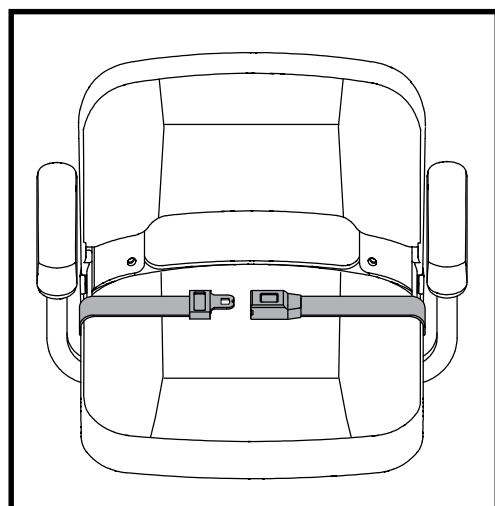

Figure 30. Ceinture de positionnement
Votre Travel Scooter peut être équipé d'une ceinture de positionnement de type automobile réglable pour votre confort. Voir la figure 30. La ceinture de positionnement est conçue pour supporter et empêcher le conducteur de glisser ou d'avancer sur le siège. La ceinture de positionnement n'est pas une ceinture de sécurité.
1. Insérez l'onglet de la ceinture côté droit dans la boucle de ceinture côté gauche jusqu'à ce que vous entendiez le "clac". Voir la figure 30.